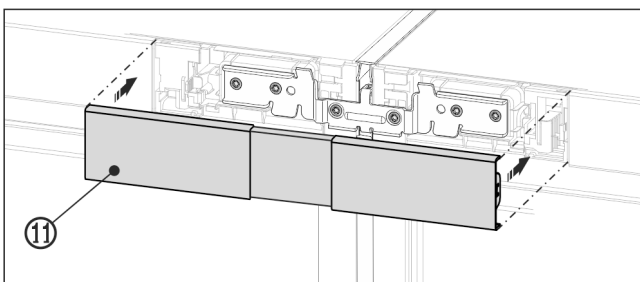

Fig. 24 Reprezentare exemplificativă
- ▶ Fixați capacul Fig. 24 (11) pe porțiunea încă deschisă dintre cele două măști ale panoului de comandă. Aveți grijă ca laturile exterioare ale capacului să fie aliniate la nivel cu măștile panourilor de comandă.